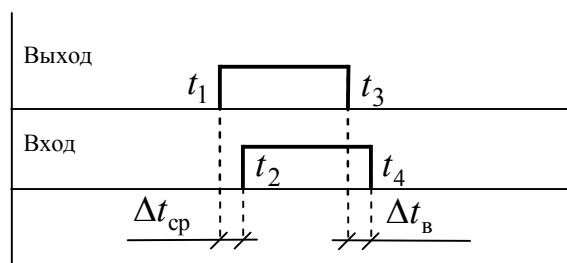

Рис. 2.18. Определение времени срабатывания и возврата бинарного выхода
- 8) перейти на страницу "Результаты", на которой будет отображена в графической форме работа бинарного выхода и входа. По результатам эксперимента необходимо найти разницу времен срабатывания ($\Delta t_{\text{ср}}$) и возврата ($\Delta t_{\text{пов}}$) бинарного выхода и входа (рис. 2.18). Эти значения необходимо ввести в соответствующие поля в окне "Калибровка каналов" (см. рис. 2.17). Для более точного измерения необходимо осуществить масштабирование графического изображения по времени. Для этого в режиме "Выбор отрезка" (этот режим устанавливается в локальном меню) выделить часовой диапазон в границах срабатывания бинарного входа и выхода. В режиме "Мгновенные значения" (выбирается из локального меню) определяются время срабатывания бинарного выхода (t_1) и бинарного входа (t_2), вычисляется разница этих времен, как $\Delta t_{\text{ср}} = t_2 - t_1$. Полученное значение необходимо занести в поле редактирования "Время срабатывания" соответствующего бинарного выхода. Такие же действия повторить для определения времени возврата ($\Delta t_{\text{в}} = t_4 - t_3$). Полученное значение занести в поле редактирования "Время возврата";